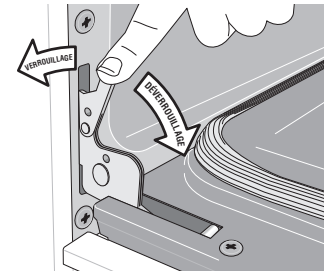

Figure 40 : Verrous de charnière de porte
2. Abaissez complètement les verrous des charnières de gauche et de droite du cadre de la cuisinière vers la porte du four (Voir Figure 40). Vous pourriez avoir besoin d'un petit tournevis à tête plate.
4. Poussez les verrous des charnières de droite et de gauche vers le haut et dans le cadre du four jusqu'à ce qu'ils soient en position verrouillée (Voir Figure 40).